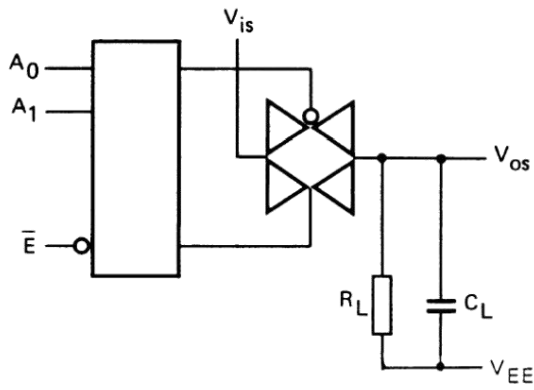

图 3
1. RL=10KΩ到 VEE; CL=50pF 到 VEE; E = VSS; Vis=VDD (方波); 如图 3 所示
2. RL=10KΩ; CL=50pF 到 VEE; E = VSS; An=VDD (方波); 测量 tPLH 时 Vis=VDD, RL 到 VEE; 测量 tPHL 时 Vis=VEE, RL 到 VDD, 如图 3 所示
3. RL=10KΩ; CL=50pF 到 VEE; E = VDD (方波); 测量 tPHZ 和 tPZH 时, Vis=VDD, RL 到 VEE; 测量 tPLZ 和 tPZL 时; Vis=VEE, RL 到 VDD; 如图 3 所示
6. RL=10KΩ到 VEE; CL=15pF 到 VEE; E 或 An=VDD (方波); 干扰是 |Vos| (峰值); 如图 3 所示